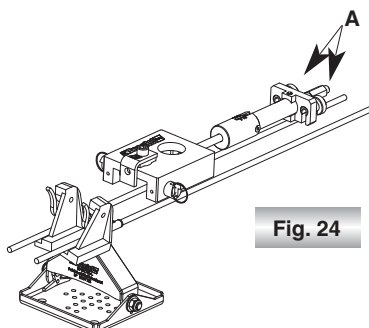

Fig. 24
2) Colocar un sujetador TIRVIT T2 en cada cable contra la cabeza del ancla de extremo, como está indicado en la Fig. 24 (tener cuidado con el sentido de colocación: la parte plana del sujetador debe apoyarse en la cabeza del ancla. En el sentido contrario el cable no sería sujetado).
N.B : Antes de colocar la herramienta de puesta en tensión, Fig. 24.
4) Colocar la herramienta de puesta en tensión Tractel código 027988 (ver la Fig. 24) en la cabeza del ancla de extremo después de haber montado en ésta el adaptador (patilla de posicionamiento) Travflex de código 067538 (ver la Figura 4 en la página 11). Colocar los cables en la herramienta como está mostrado en la Fig.24, con las hendiduras de los tornillos hendidos (detalle A Fig. 24) colocadas en los cables.